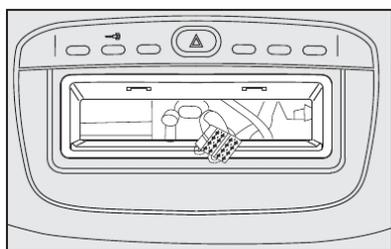

fig. 127
- cabo e plugue de alimentação do autorrádio, **fig. 127**;